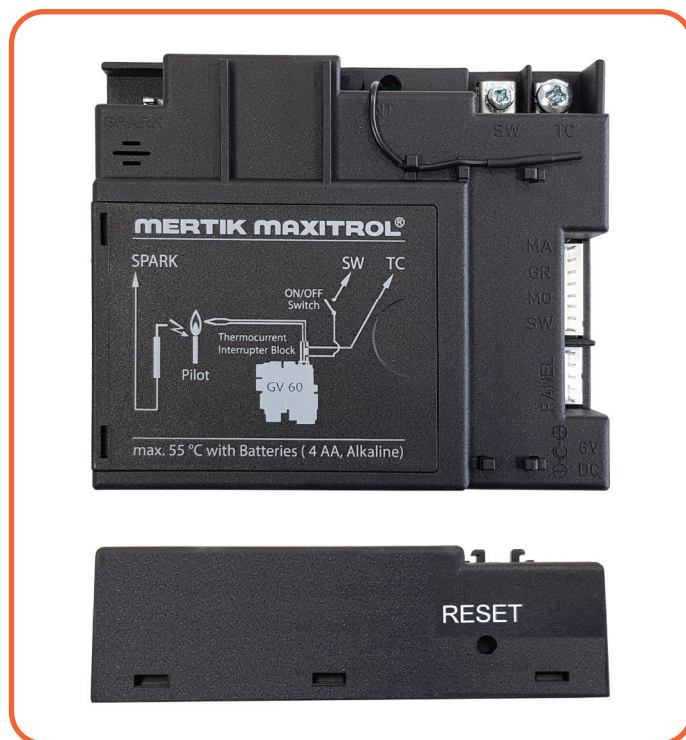
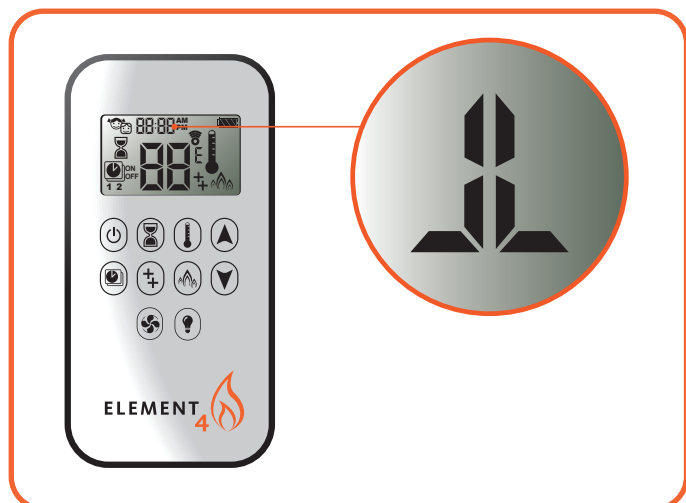
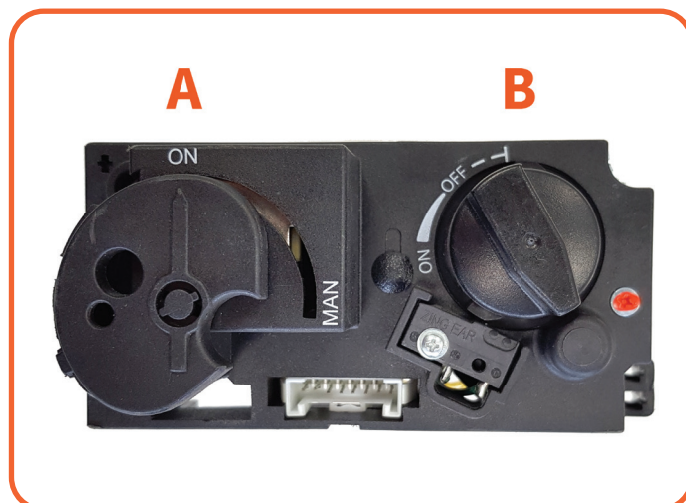

Abb. 4.2 Empfangsgerät (Drauf- und Seitenansicht)
Abb. 4.1 Symbol Fernsteuerung und Zündung
Abb. 4.3 Zündung Hauptbrenner
Das Gerät wird mit einer Fernbedienung oder die Element4 Puck bedient (Abbildung 4.1). Dabei wird ein Empfangsgerät im Steuerkasten (Abbildung 4.2) betätigt.
- Drücken Sie den Reset-Knopf auf dem Empfangsgerät, bis Sie zwei Signaltöne hören. Nach dem zweiten, längeren Signalton lassen Sie den Reset-Knopf los. Abbildung 4.2.
Vergewissern Sie sich, dass der Schaltknopf (A) auf ON steht. Abbildung 4.3. Drücken Sie den An-/Aus-Knopf Ihrer Fernbedienung und halten Sie ihn 3-5 Sekunden lang gedrückt, bis Sie zwei kurze Signaltöne hören. Oben auf dem Display erscheint das Zündsymbol (Abbildung 4.1). Lassen Sie den Knopf nun los. Der Zündvorgang wurde gestartet.
Nachdem die Zündflamme gezündet wurde, dreht sich Knopf B automatisch gegen den Uhrzeigersinn und der Hauptbrenner wird gezündet. Abbildung 4.3. Warten Sie nach jedem Löschen der Zündflamme stets 5 Minuten, ehe Sie die Zündflamme erneut zünden.